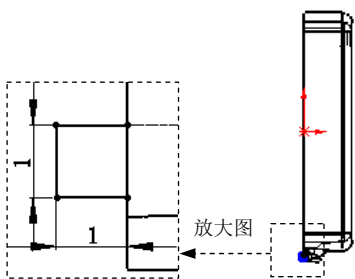
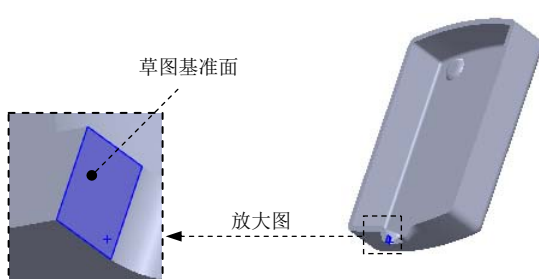

图 3.34.33 草图 2
图 3.34.34 草图基准面
Step4. 创建图 3.34.33 所示的草图 2。选择下拉菜单 **插入(I)** → **草图绘制** 命令，选取图 3.34.34 所示的模型表面为草图基准面，绘制图 3.34.33 所示的草图 2。